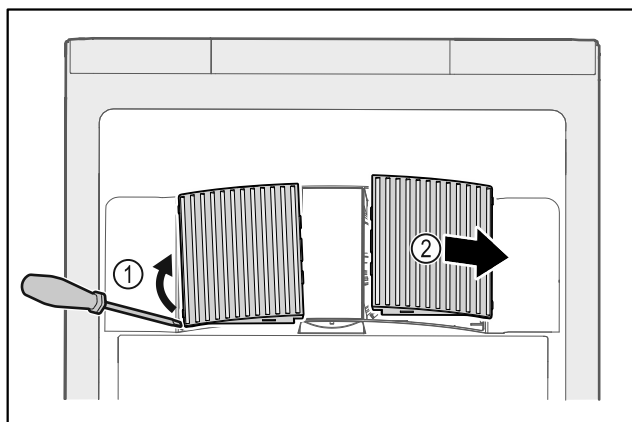

Fig. 47
- ▶ Ventiliatoriaus uždangalus atsargiai nukelkite iš šono Fig. 47 (1) ir nuimkite į priekį Fig. 47 (2).